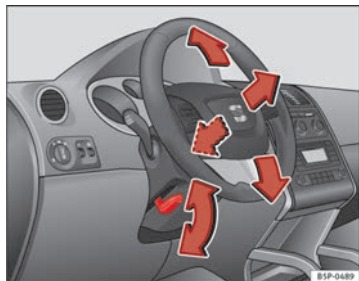

Abb. 136 Lenkradposition einstellen
- Schwenken Sie den Hebel $\Rightarrow$ Abb. 136 unter der Lenksäule nach unten $\Rightarrow$ ⚠.